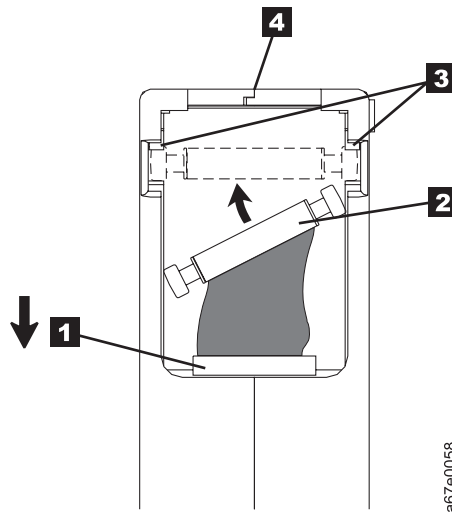

Abbildung 206. Vershobenen Bandmitnehmerstift wieder in die korrekte Position bringen. Die Kassettenklappe ist offen, um den Bandmitnehmerstift zu zeigen.
- Lassen Sie die Kassette nicht fallen. Fällt die Kassette herunter, schieben Sie die Kassettenklappe zurück und überprüfen Sie, ob der Bandmitnehmerstift korrekt in den Federbügeln sitzt (siehe Abb. 205 auf Seite 223). Überprüfen Sie die Rückseite der Kassette (den Teil, der zuerst in den Kassettenladeschacht eingelegt wird). Die Naht des Kassettengehäuses darf keine Lücken aufweisen (siehe **4** in Abb. 206 auf Seite 224). Ist der Bandmitnehmerstift nicht an der korrekten Position oder weist die Naht des Kassettengehäuses Lücken auf, machen Sie mit „Bandmitnehmerstift neu positionieren oder wieder anbringen“ auf Seite 223 weiter.
1. Öffnen Sie die Kassettenklappe (**1** in Abb. 206) und suchen Sie den Bandmitnehmerstift **2**. (Sie müssen die Kassette möglicherweise vorsichtig schütteln, damit der Stift gegen die Klappe rollt.)